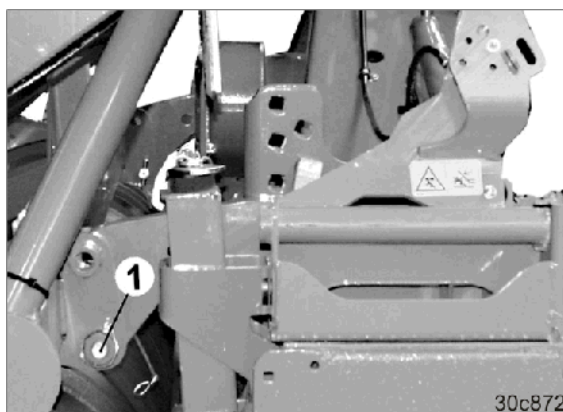

Рис. 88
10. Извлеките пальцы (Рис. 88/1) из кронштейнов.